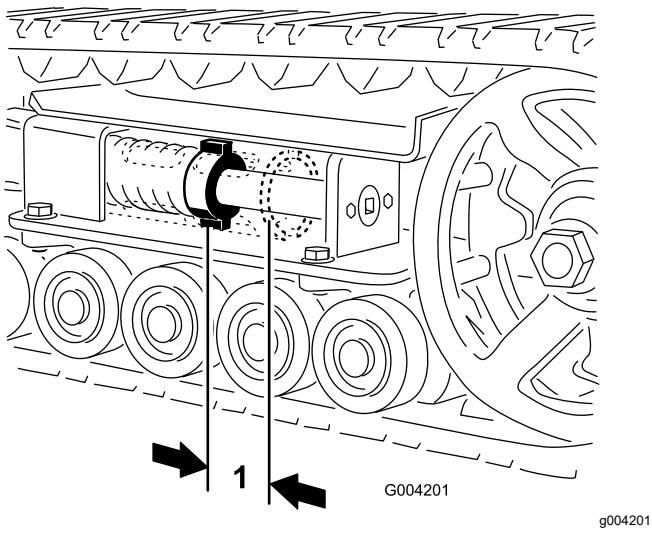

Figure 44
5. À l'aide d'une clé à cliquet de  $\frac{1}{2}$  pouce, tournez la vis de tension dans le sens antihoraire jusqu'à obtention d'un espacement de 7 cm entre l'écrou de tension et l'arrière du tube de tension (Figure 44).
L'écrou de tension et l'arrière du tube de tension doivent être distants de 7 cm (Figure 44). Si ce n'est pas le cas, réglez la tension des chenilles comme suit :
12. Tournez la vis de tension dans le sens antihoraire jusqu'à obtention d'un écartement de 7 cm entre l'écrou de tension et l'arrière du tube de tension (Figure 44).
18. Tournez la vis de tension dans le sens antihoraire jusqu'à obtention d'un écartement de 7 cm entre l'écrou de tension et l'arrière du tube de tension (Figure 44).